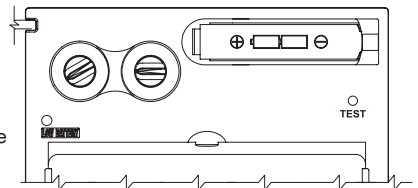

Abb. 1
- **Einsetzen der Batterie** Wenn die Kontrollleuchte "schwache Batterie" auf rot wechselt, muss die Batterie unverzüglich ausgetauscht werden. Die neue Batterie in Übereinstimmung mit der Plus- und Minus-Markierung im Batteriefach einsetzen (siehe Abb. 1).
- **TEST** Halten Sie den Testschalter gedrückt, um vor dem Schweißen eine Vorschau der gewählten Verdunkelungsstufe zu erhalten (siehe Abb. 1). Beim Loslassen kehrt das Sichtfenster automatisch in den Hellzustand zurück (DIN 3.5).